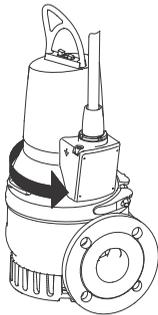

Abb. 8 Richtung der Ruckbewegung
3. Bewegt sich die Pumpe kurz entgegen der vorgesehenen Drehrichtung, ist sie richtig angeschlossen. Siehe Abb. 8.